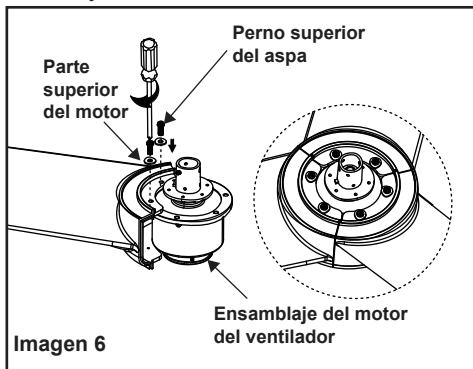

Imagen 6
**Paso 1.** Fije las aspas al ensamblaje del motor del ventilador usando los pernos superiores en las aspas como se muestra en la Imagen 6.